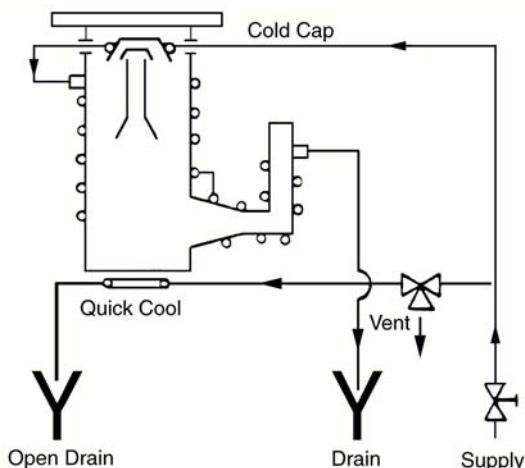

Figure 10 Branchements de l'eau de refroidissement
1. Branchez en série le serpentin de refroidissement du chapeau refroidi et l'ensemble des conduites de refroidissement du corps et de la tubulure de vide primaire *sauf le serpentin de Refroidissement Rapide* (voir le paragraphe suivant) comme illustré à la Figure 10. Consultez le Tableau 4 à la page 6 pour connaître le débit d'eau de refroidissement adapté au type de pompe. Un débit supérieur n'endommage pas la pompe.